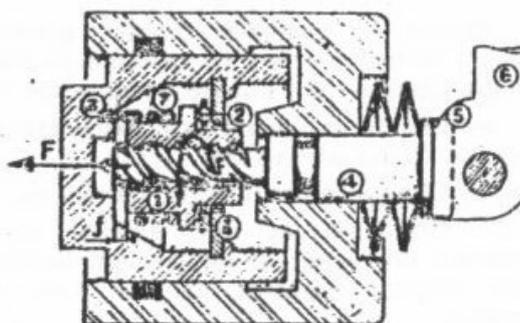

Figure 4
Lorsqu'on supprime la pression hydraulique, le piston revenant en arrière (voir figure 4) sous l'action du joint (5) entraîne donc le jonc (2) qui revient en butée sur la rondelle (4).